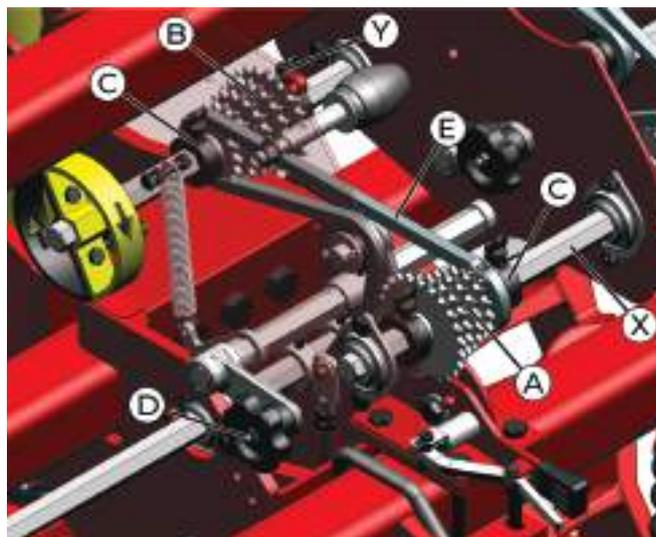

fig. 103
A regulagem da distribuição da semente é realizada através do recâmbio das rodas dentadas (fig. 103) Z14-Z16-Z18-Z20-Z24 (A) do eixo "X" com as rodas dentadas Z15-Z17-Z19-Z21-Z23 (B) do eixo "Y". Afrouxe as buchas batentes (C) para deslocar as rodas dentadas pelos eixos até a posição ideal.